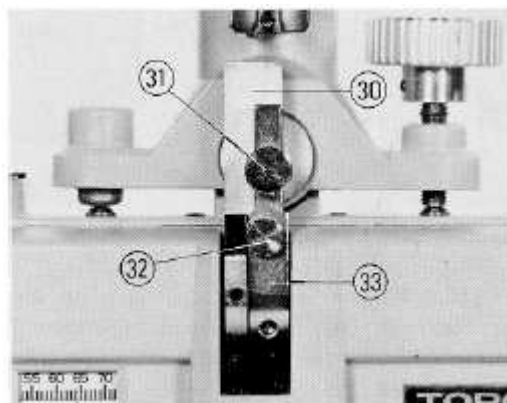
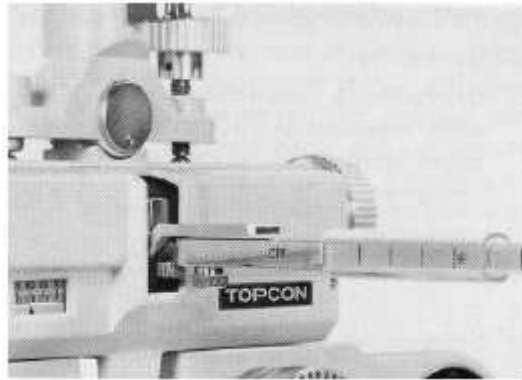
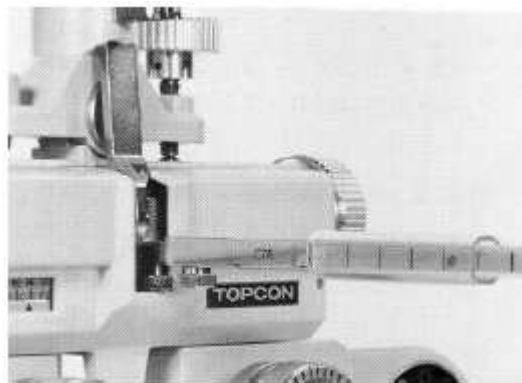

Рис.20
Рис.21
Рис.22
Закрутите соединительный винт (32) на Рис.20 в ручку схождения (30), чтобы зафиксировать ручку к держателю рейки ближней точки (33). Если рейку ближней точки опустить вниз, то линзовый корпус регулируется автоматически, так что главная ось линзы изменяется до 40 мм для выполнения идеального теста ближней точки (Рис.21). Если соединительный винт открутить, то будет опускаться только рейка без прибора (Рис.22).